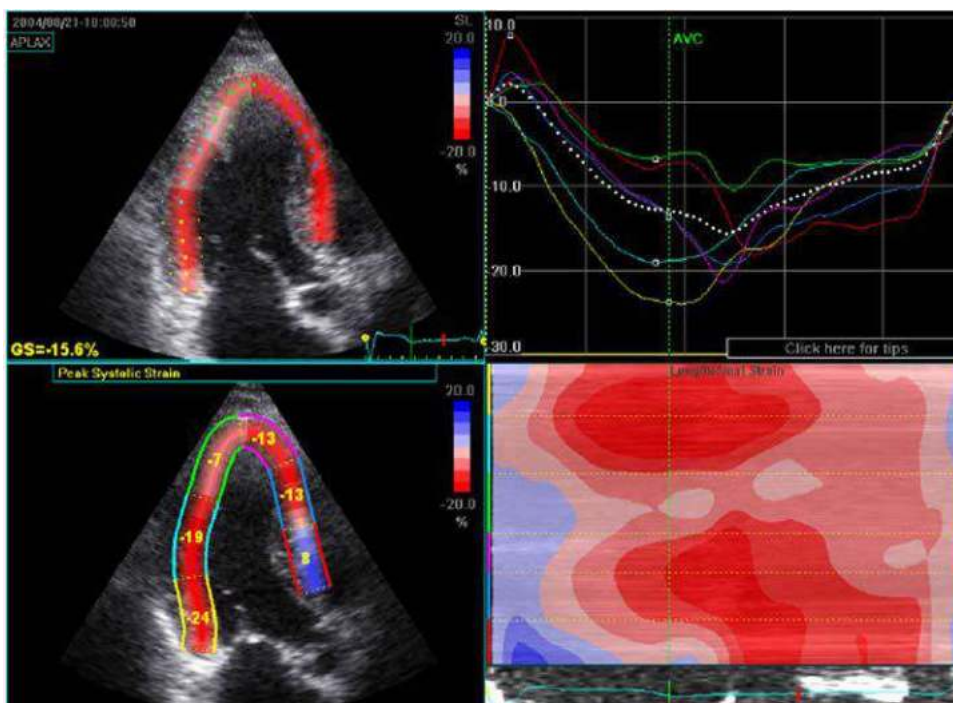

Figura 12-109. Ecranul cadrilater pentru vizualizarea APLAX
- Ecranul Quad (Cadrilater) (consultați Figura 12-109 de la pagina 12-243) afișează: